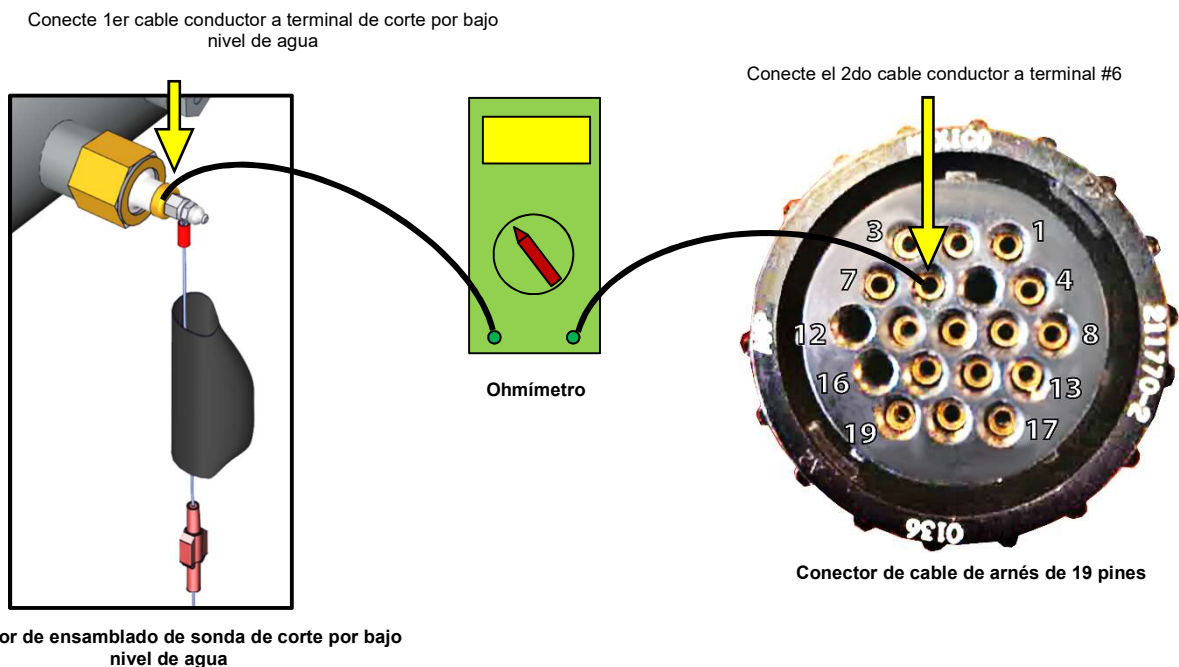

Figura 6-14: Conexión de ohmímetro entre sonda de interruptor de corte por bajo nivel de agua y cable de arnés
3. Usando un ohmímetro, conecte una sonda de ohmímetro a la terminal del capacitor de interruptor de corte por bajo nivel de agua en el arnés de la unidad, como se muestra a la izquierda en la Figura 6-14.
4. Conecte la segunda sonda del ohmímetro al Pin #6 del Conector del Arnés (que se retiró del Controlador C-More) como se muestra a la derecha en la Figura 6-14.